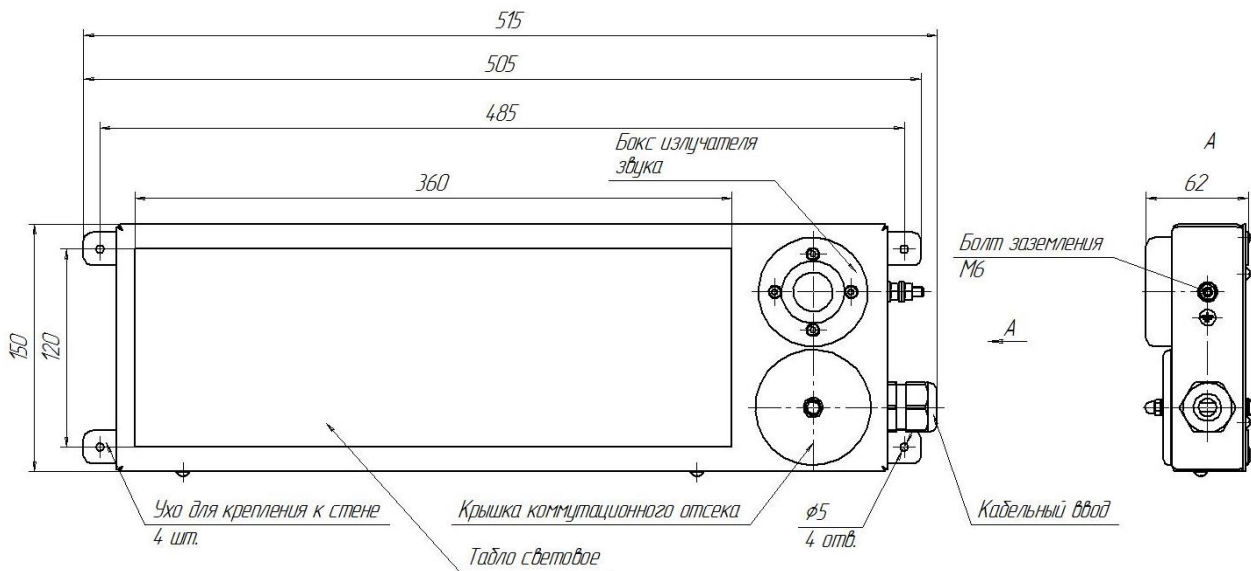

Рис. 1 – Оповещатель пожарный взрывозащищенный комбинированный
- закрепить корпус оповещателя на определенное проектом место. Для крепления, в корпусе оповещателя, предусмотрены 4 отверстия диаметром 5 мм. (см. рис. 1 и 2);